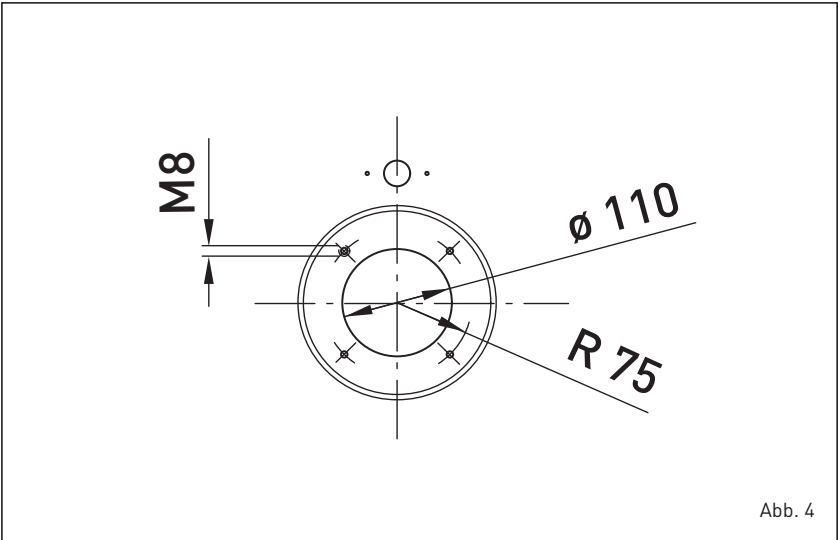

Abb. 4
(Abb. 4)
Die Kesseltür ist bereits für die Montage des Brenners vorbereitet (Abb. 4). Die Brenner müssen so geregelt werden, dass das CO₂ mit dem Wert übereinstimmt, der in Punkt 1.3 angegeben ist, wobei eine Toleranz von ± 5% möglich ist.
2.4.2 Abgase geführt Koaxial-oder 80/125 (Abb. 4/a)